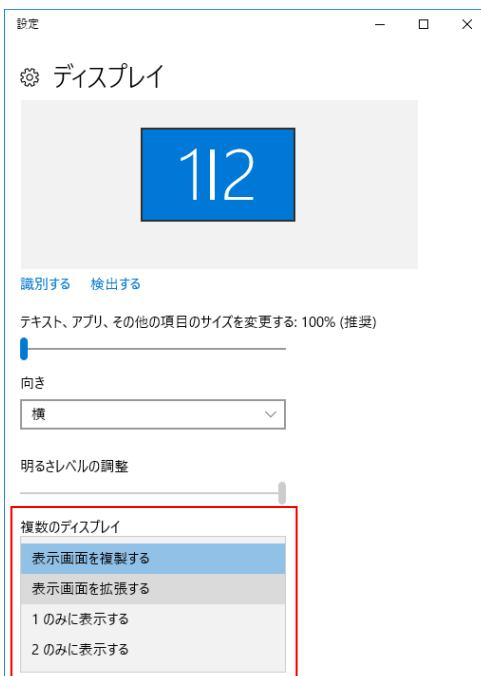

図2-7-2-1. 画面の解像度設定画面
- ⑦ 図2-7-2-2のようなメッセージが表示されるので、15秒以内に[変更を維持する]ボタンをクリックします。